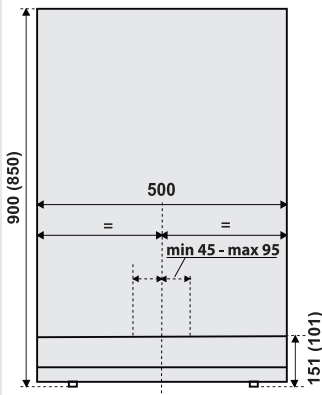

Abb. 2
Als Hilfestellung dient das in Abb. 2 dargestellte Winkelstück mit den Einbaumaßen, wenn die einstellbaren Gerätefüße vollständig eingeschraubt sind.
- Markieren Sie mit einem Bleistift durch die Öffnung des unteren Teils des Geräts die Mitte des Geräts auf der Wand; machen Sie noch eine Markierung 45 mm bis 95 mm links oder rechts von der Mittellinie (Abb. 2).